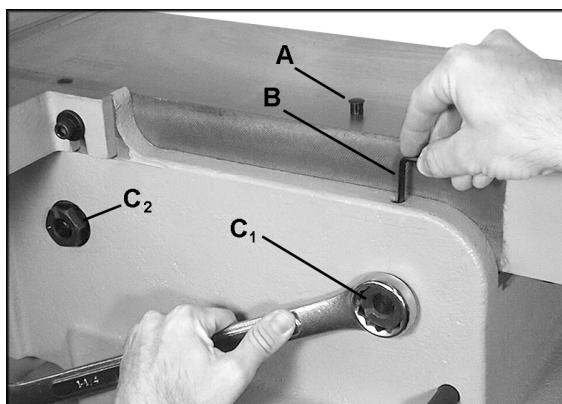

Рис. 22
9. Каждый стол оснащен эксцентриковым регулировочным устройством – по два сзади и спереди (С, Рис. 22 показано одно из устройств).
11. Извлеките заглушку (A, Рис. 22) из отверстия в той части стола, где требуется регулировка.
12. В отверстии закручены два установочных винта. С помощью 4 мм шестигранного ключа (В, Рис. 22) ослабьте верхний винт, поворачивая ключ против часовой стрелки. Извлеките верхний установочный винт из отверстия.
14. Поворачивайте шестигранную гайку (С1, Рис. 22) с помощью 32 мм гаечного ключа. Данная регулировка очень чувствительна, поэтому ее следует производить аккуратно.
- ПРИМЕЧАНИЕ:** направление закручивания шестигранных гаек с левой и правой резьбой отличается; если используется гайка с правой резьбой (С1, Рис. 22), то чтобы поднять данную сторону стола, гайку следует крутить по часовой стрелке, а чтобы опустить – против часовой. Гайку с левой резьбой (С2, Рис. 22) следует крутить наоборот.
16. По завершении регулировки затяните нижний установочный винт с помощью шестигранного ключа (В, Рис. 22).
18. Снова вставьте заглушку (А, Рис. 22), чтобы в отверстие не попадали пыль и опилки.